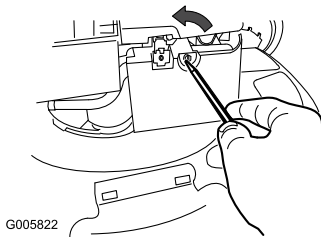

Figura 19
1. Utilice un destornillador para abrir la tapa del filtro de aire (Figura 19).